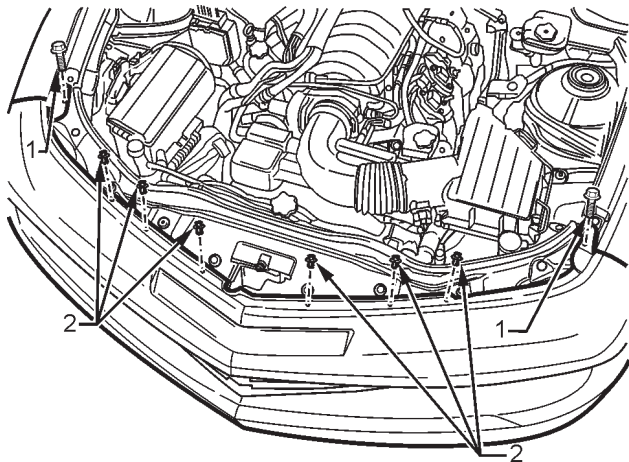

FIGURA 41
19. Desde abajo del cofre, retire los dos pernos (1) en cada extremo del salpicadero y los seis tornillos de seguridad (2) en el borde superior del salpicadero. Consulte la figura 41.